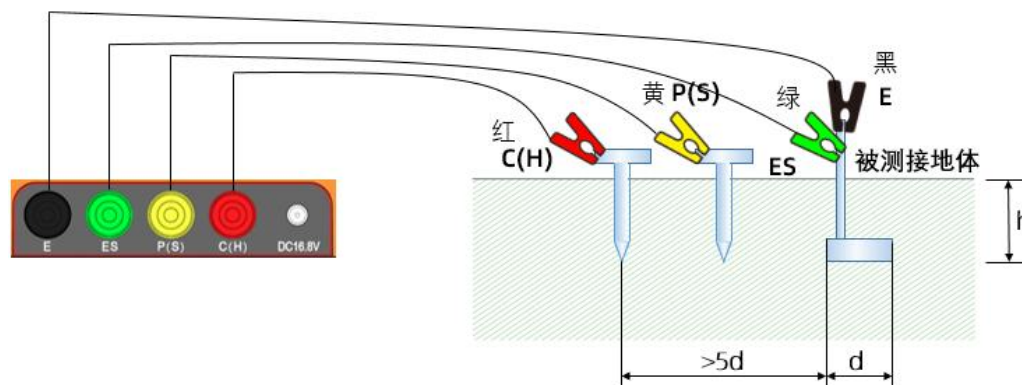

图 7 四线法测试接线示意图
- 1) 按照图 7 所示进行接线，从被测接地体开始，一般间隔 5m~20m，分别将 P(S)、C(H)辅助接地棒呈一条直线深埋入大地，将对应颜色的测试线连接到测试接口上，然后将 E、ES 测试线夹到被测接地体上，P(S)测试线夹到 P(S)辅助接地棒上，C(H)测试线夹到 C(H)辅助接地棒上；